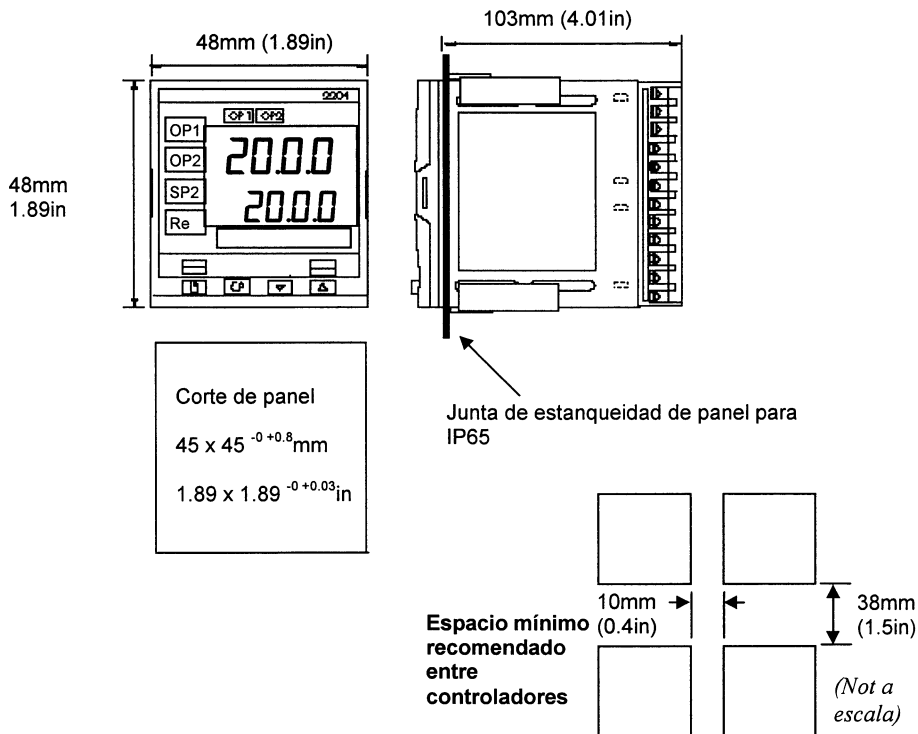

Figura 2-2 Dimensiones externas del controlador 2216e
1. Preparar el hueco de panel al tamaño mostrado en la Figura 2-2.